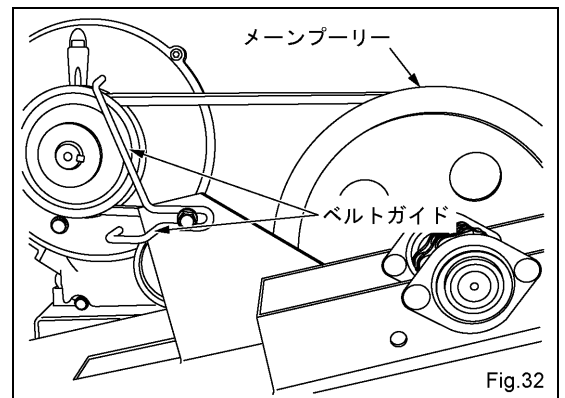

Fig.32
(1) ドライブガードを取り外して下さい。
(2) Vベルトを外し、プーリーに有害な摩耗、傷等が無い点検して下さい。
(3) プーリーが一直線上に並んで取り付いていることを確認して下さい。もしどれかのプーリーが一直線上に無かった場合は修正した上で新しいベルトを装着して下さい。
(4) Vベルトを小さい方のプーリから先に掛けて、その後メインプーリーに掛けて下さい。
(5) Vベルトが2つのベルトガイドの内側にある事を確認して下さい。(Fig.32)